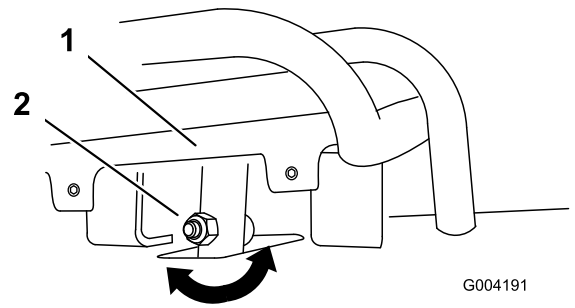
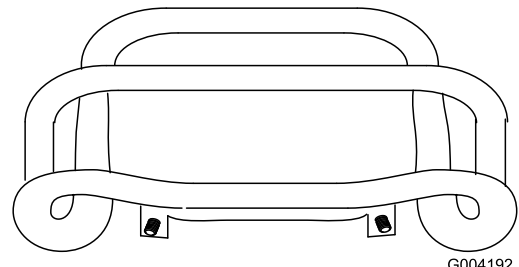

Figura 49
Figura 50
4. Si la parte delantera del control de tracción no queda enrasada con y paralela a la barra de referencia, afloje la tuerca y el perno del tubo del control de tracción (Figura 49).
5. Ajuste el control de tracción hasta que quede enrasado con la barra de referencia al tirar del mismo hacia atrás del todo (Figura 49 y Figura 50).
- C. Afloje la tuerca con arandela prensada y el perno del tubo del control de tracción (Figura 49).
- I. Ajuste el control de tracción hasta que quede enrasado con la barra de referencia al tirar del mismo hacia atrás del todo (Figura 49 y Figura 50).